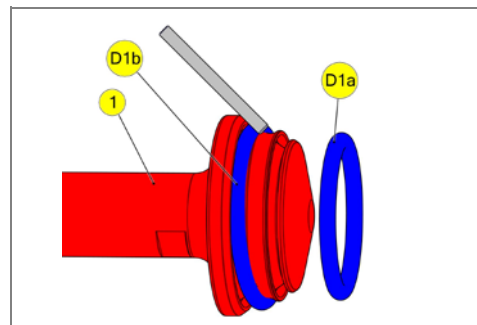

Рис. B1
- Тщательно заправьте уплотнения (D1a) и (D1b) в пазы, за затем обожмите его по кругу (см. рис. B1).